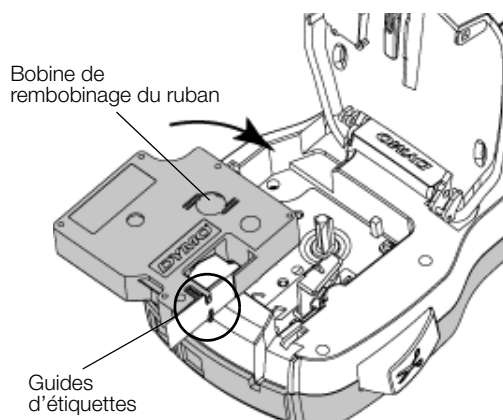

Figure 5
- 2 Assurez-vous que la bande et le ruban sont tendus le long de l'ouverture de la cassette et que la bande passe entre les guides d'étiquettes. Voir la Figure 5.